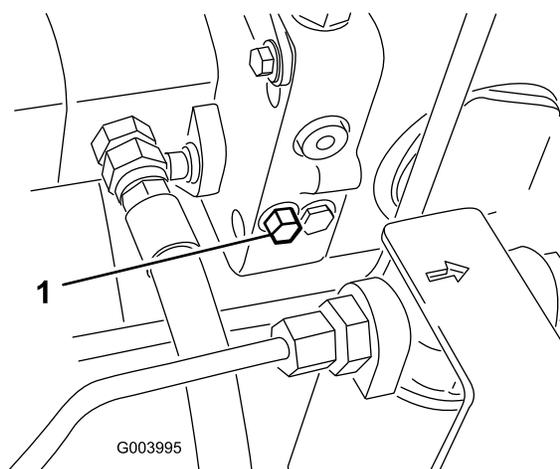

Рисунок 36
1. Перепускной клапан расположен с левой стороны гидростата (Рисунок 36). Чтобы открыть клапан и обеспечить внутренний перепуск масла, поверните болт на 1,5 оборота. Поскольку производится